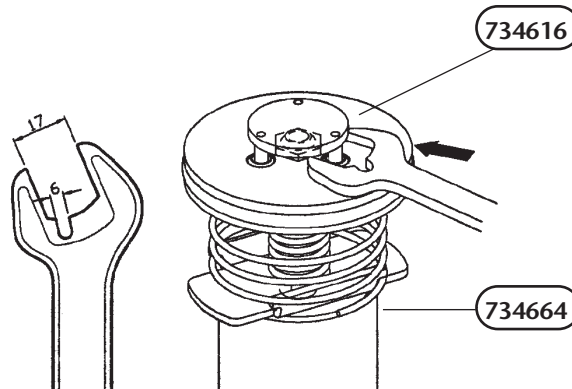

Fig. 9
4. Use a prepared 17mm wrench (see fig. 9) to disassemble the inverting set (734616).
4. Desenroscar el conjunto inversor (734616) con una llave fija de 17 mm preparada (Fig. 9).